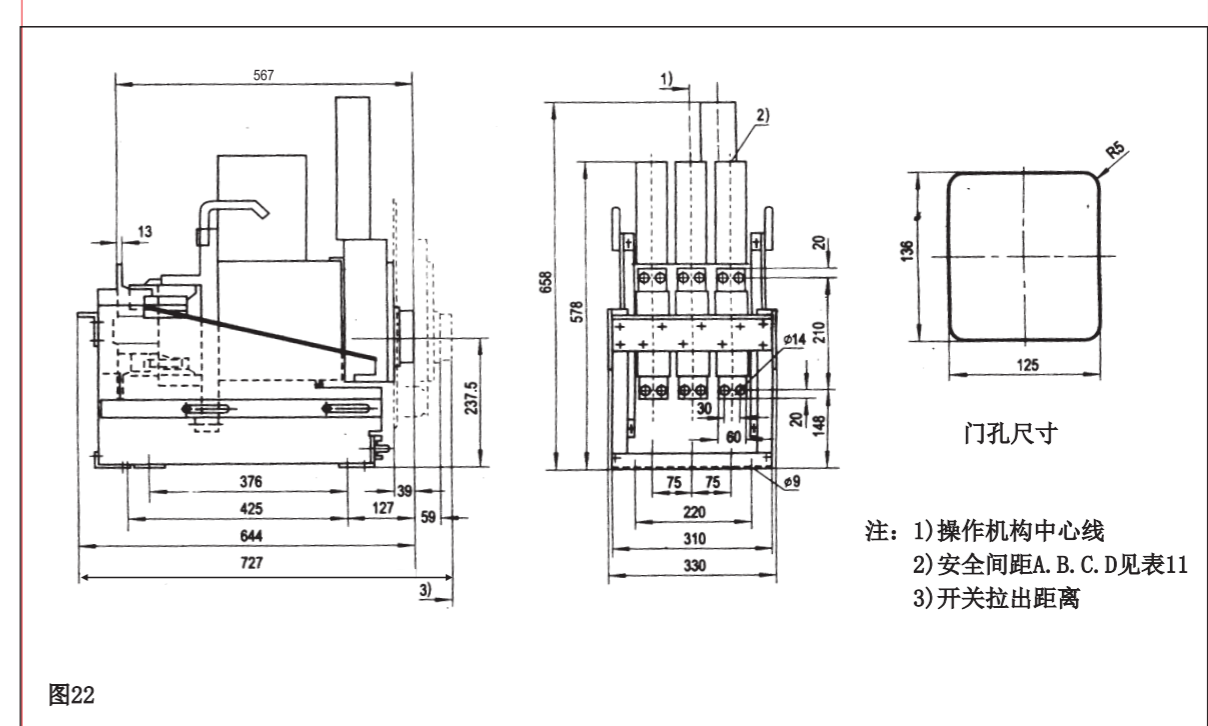

图22
7.2.5 DW17-1900(1900A)抽屉式断路器外形尺寸见图22